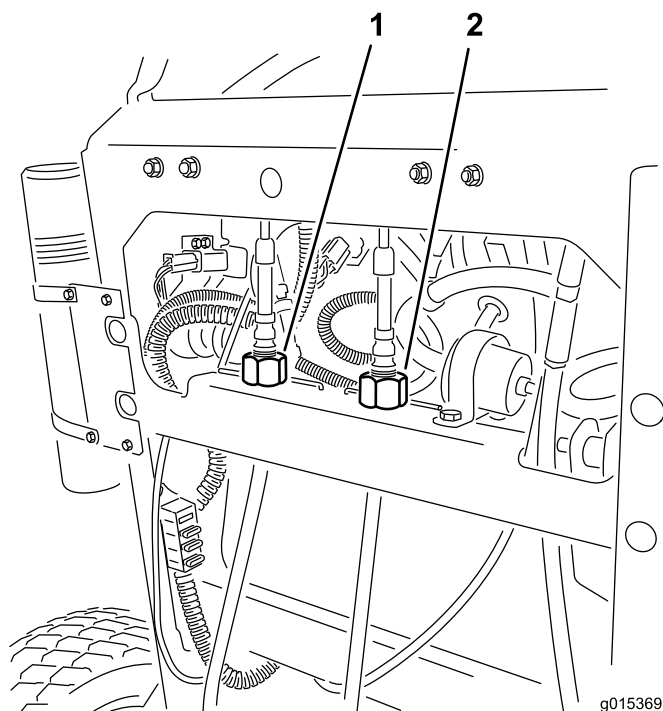

Figura 56
4. Gire la rueda de ajuste del cable derecho hasta que la palanca de control de movimiento derecha quede posicionado en el centro de la ranura de bloqueo/punto muerto del panel de control (Figura 56).